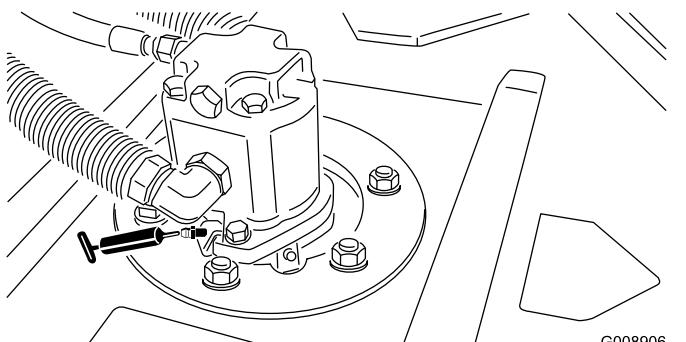

Bild 66
- Spindelwellenlager des Mähwerks (2 pro Mähwerk) — Bild 66